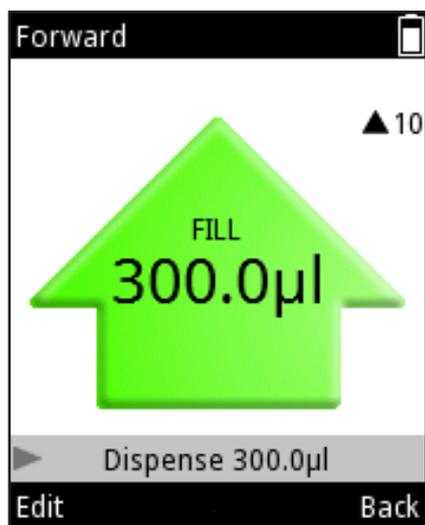

图 D4.
1. 通过在激活移液功能（图 D4）时按下  (Edit (编辑)) 或  ,  可以对体积进行更改。
1. 按下移液模式视图中的  (Edit (编辑)) 或  ,  (图 D4)。